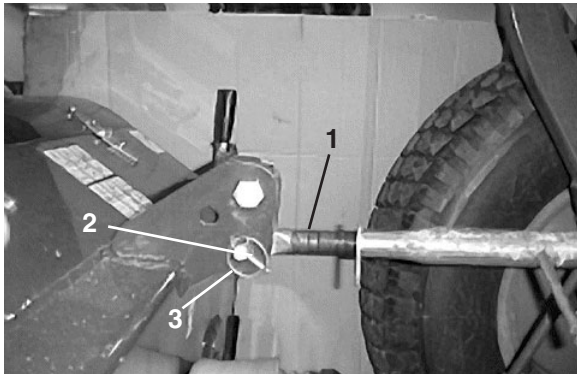

Figure 3
1. Raccordez la biellette supérieure (Fig. 3) au support et fixez-la avec une broche et une goupille à anneau.